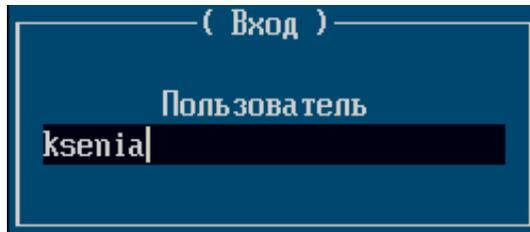

Рисунок 10 – Внешний вид авторизационного окна «Пользователь»
- в окне «Пользователь» (см. рисунок 10) ввести имя пользователя;